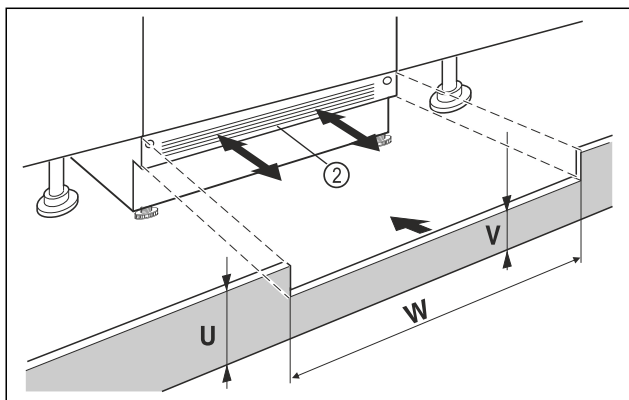

Fig. 12 Ilustrační zobrazení
- ▶ Nasadte krycí lištu spotřebiče Fig. 12 (2) ale ještě nepřipevňujte.
- ▶ U viditelné krycí lišty Fig. 12 (2) tuto lištu vytáhněte dopředu natolik, až jsou přední hrana větrací mřížky a nábytkové krycí lišty zarovnané.
- ▶ Při zakryté krycí liště Fig. 12 (2) tuto lištu zasuňte úplně dozadu.
- ▶ Dbejte a zcela volné větrací štěrby: V případě potřeby přirážejte krycí lištu nábytku Fig. 12 (U) na potřebnou výšku!
- ▶ Podél šířky výklenku Fig. 12 (W) přizpůsobte výšku můstku Fig. 12 (V) pod krycí lištu spotřebiče Fig. 12 (2).